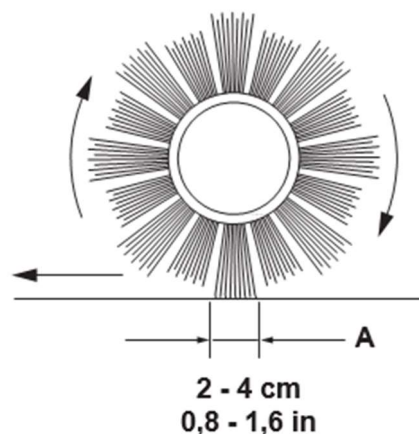

Figura 20
- Verificați dacă amprenta periei principale (A, Figura 20), de-a lungul lungimii sale, are o lățime de 2 până la 4 cm.
Dacă amprenta (A, Figura 20) nu se încadrează în specificații, reglați înălțimea periei principale respectând procedura de mai jos.
Dacă amprenta (A, Figura 20) nu poate fi reglată corect din cauza lungimii diferite a perilor, ceea ce duce la o presiune diferită pe podea, consultați manualul de service.